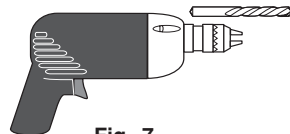

Fig. 7
- Taladro eléctrico y broca de 1/8" de diám. (broca para taladro de mampostería de 5/32" si está instalando en concreto) (Fig. 7).